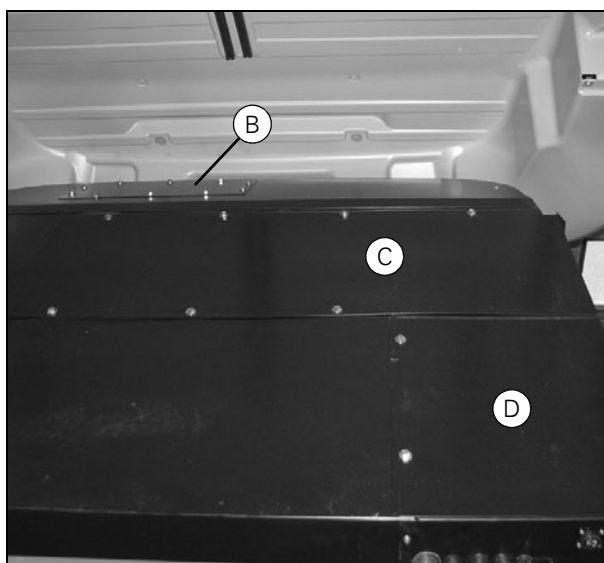

Рисунок 13
2. Отклоните внешнюю часть крыши и снимите смотровой люк (В) (Рис. 13).
4. Снимите стопор (F) и извлеките соединительную тягу (G).
1. Отклоните внешнюю часть крыши и снимите смотровой люк (С) (Рис. 13).